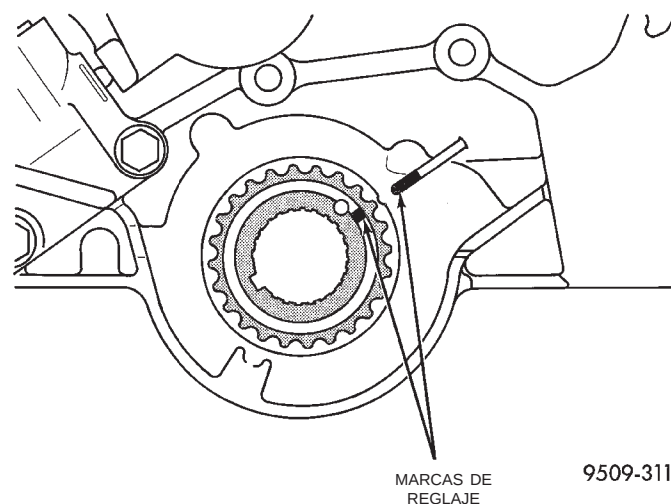

Fig. 66 Ajuste de la rueda dentada del cigüeñal para la correa de distribución
(3) Instale la correa de distribución en la rueda dentada derecha del árbol de levas. Instale un collarín de traba sobre la correa y la rueda, de manera tal que la correa no se salga de su emplazamiento. Mientras mantiene tensa la correa, instálela debajo de la polea de la bomba de agua y después alrededor de la rueda dentada izquierda del árbol de levas. Instale un collarín de apretar adicional en la rueda dentada izquierda y correa.
(4) Haga girar el cigüeñal al PMS (Fig. 66). Continúe girando la correa alrededor de la polea de guía, la rueda dentada del cigüeñal y la polea tensora.